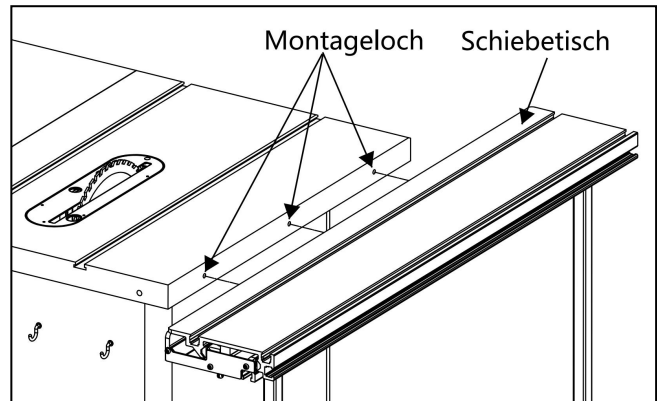

Abb.6
---Wenn Sie keinen Tisch an der linken Seite des Tisches angebracht haben oder nicht über die richtigen Montagelöcher für den Schiebetisch verfügen, müssen Sie drei M8-1.25 Löcher in den Sägetisch bohren und schneiden, um sie mit dem Schiebetisch abzustimmen (siehe Abbildung 6).